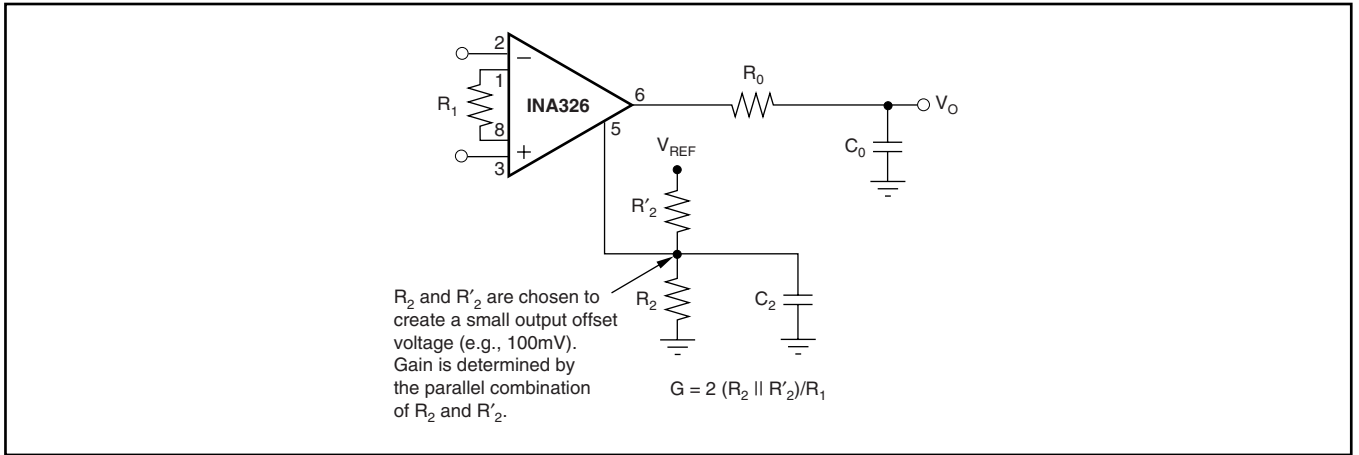

図28. 出力オフセット電圧の生成
注：(1) C₂とC₀の組み合わせは、1kHz / -3dB特性を示し、それぞれ1.5kHzに2つのポールがあります。(2) 出力電圧は、IA_{COMMON}を基準としています。(3) 計測に要求される出力オフセット電圧は、ほぼゼロです (図28 を参照)。